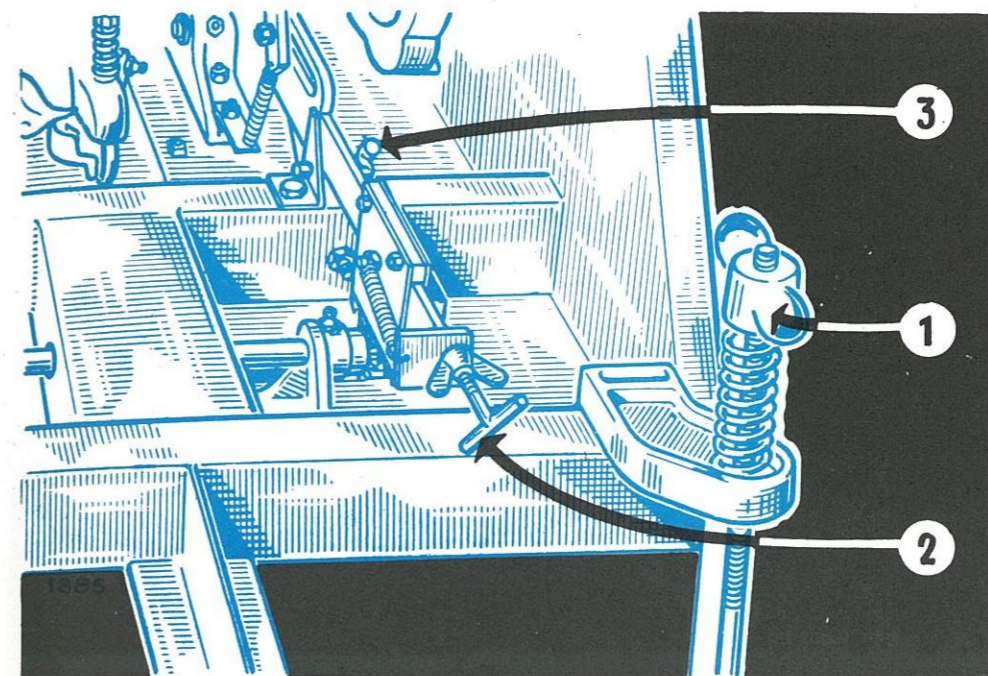

FIG. 22
peut être effectué par immobilisation du système de déclenchement des noueurs en soulevant le verrou de sécurité (rep. 3 fig. 22). Cette méthode évite le travail pénible qu'est le chargement manuel d'un fourrage vert, tout en comprimant la matière d'une façon relativement appréciable.
3. RÉGLAGE DE LA DENSITÉ DES BALLEs (fig. 22)
4. RÉGLAGE DE LA LARGEUR DES BALLEs (fig. 22)